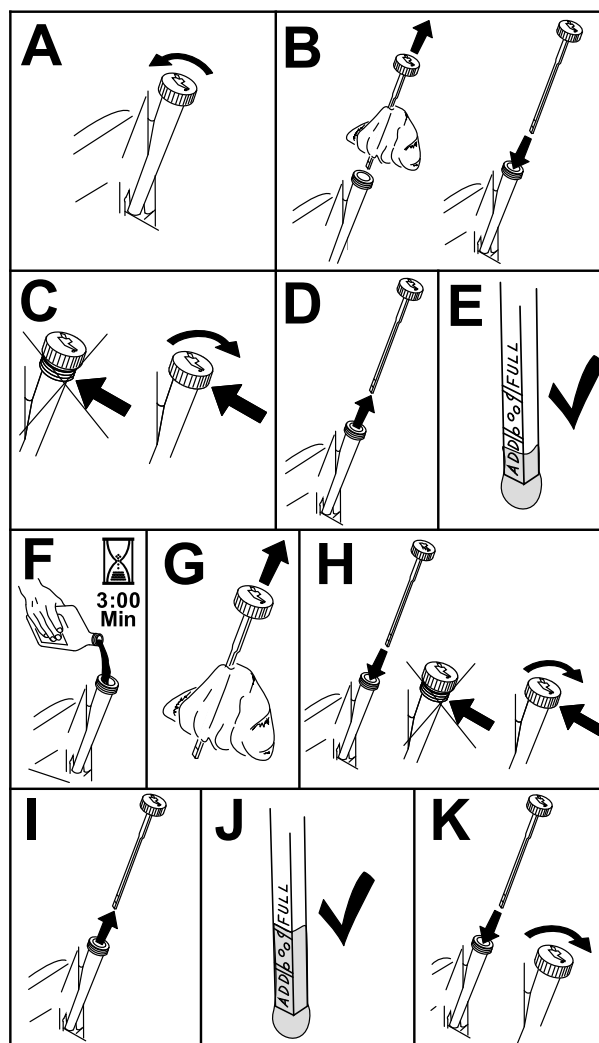

Figura 39
3. Per evitare morchia, residui d'erba, ecc. nel motore, pulite l'area attorno al tappo e all'asta di livello dell'olio prima della rimozione (Figura 39).